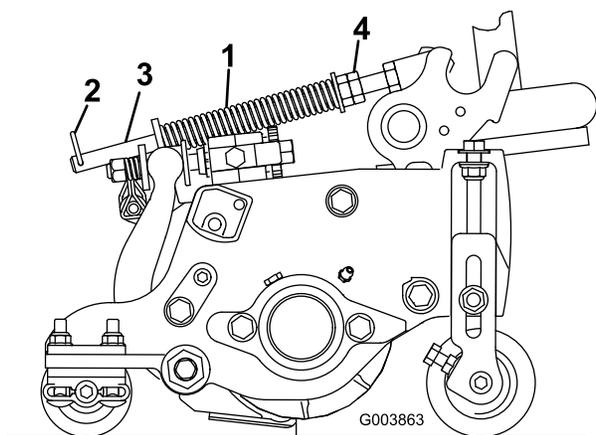

Figure 15
Le ressort de compensation (Figure 15) transfère aussi le poids du rouleau avant au rouleau arrière. Cela évite la formation d'ondulations à la surface de la pelouse.
1. Vérifiez que la goupille fendue est insérée dans le trou de la tige de ressort (Figure 15).
2. Serrez les écrous hexagonaux sur l'extrémité avant de la tige de ressort jusqu'à ce que la longueur du ressort comprimé soit égale à 12,7 cm (5 po) sur le Reelmaster 5410 à tabliers de coupe de 12,7 cm (5 po) ou à 15,9 cm (6,25 po) sur le Reelmaster 5510 à tabliers de coupe de 17,8 cm (7 po) (Figure 15).